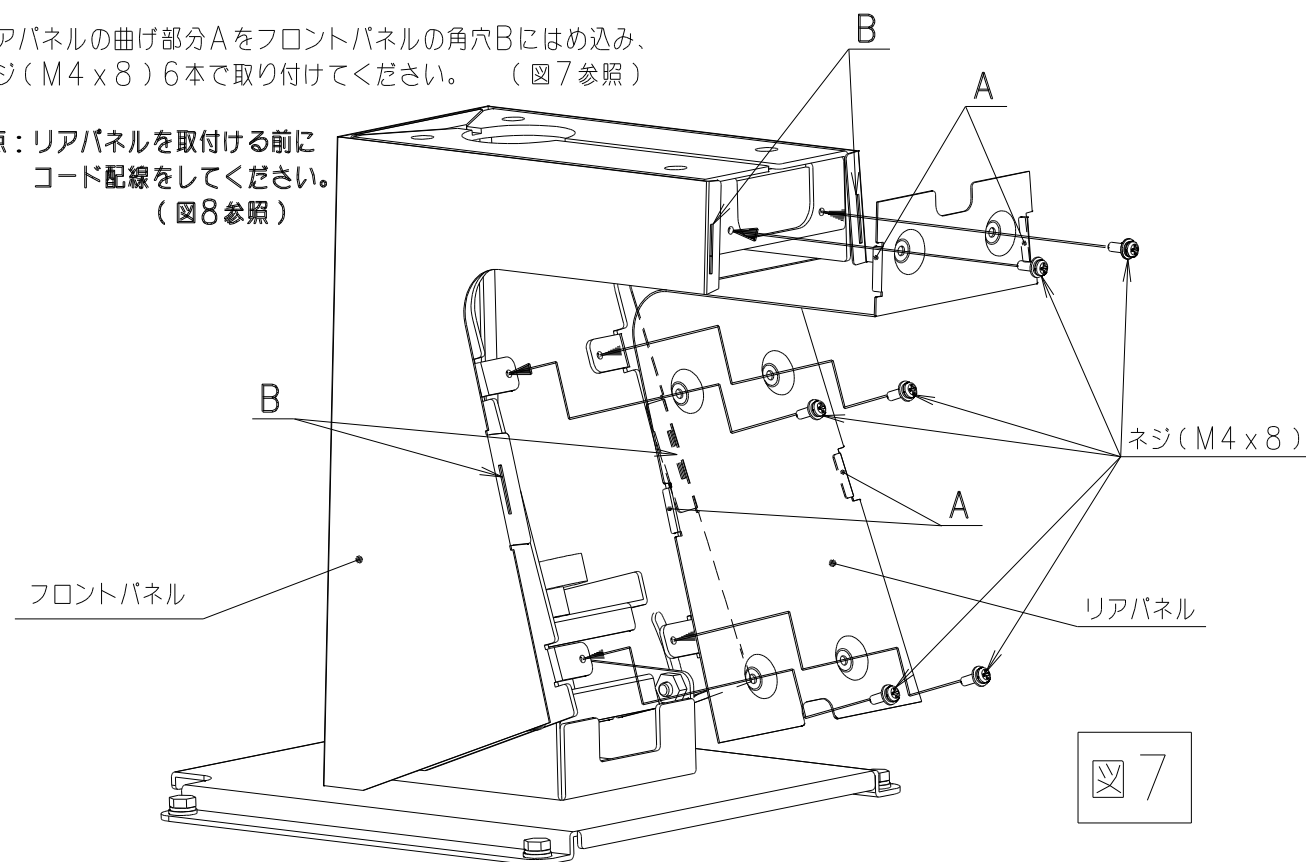

図7
7. リアパネルの曲げ部分Aをフロントパネルの角穴Bにはめ込み、ネジ (M4 x 8) 6本で取り付けてください。 (図7参照)